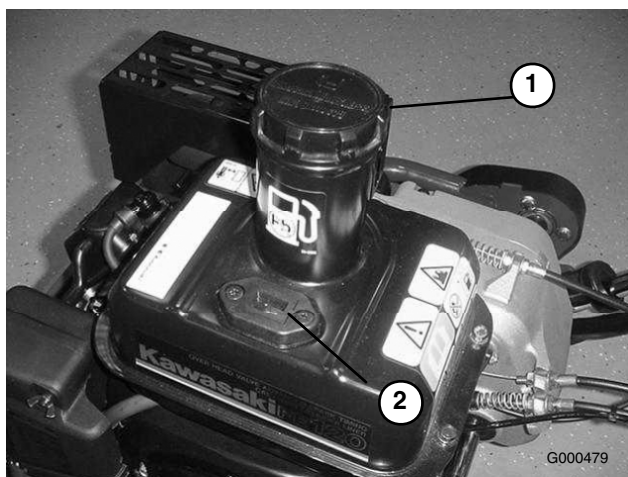

Figure 15
1. Nettoyer tout autour du bouchon du réservoir d'essence et retirer le bouchon (Figure 15). Faites le plein d'essence sans plomb sans dépasser la base de l'écran du filtre. Ne remplissez pas excessivement.